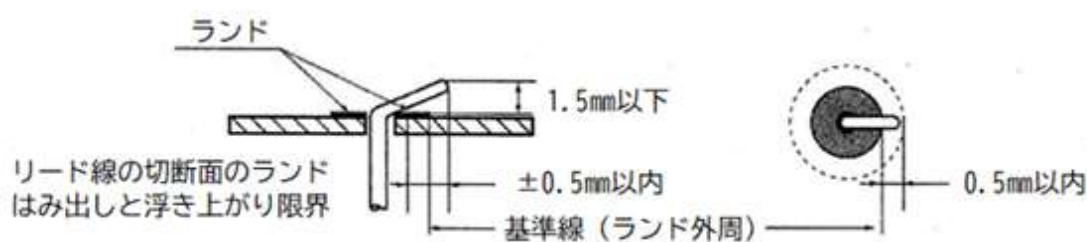

図4 抵抗、コンデンサのリード線の折り曲げ
- ① 抵抗、コンデンサのリード線は、図4のようにランドにほぼ密着させて折り曲げ、ランドの周囲を基準として切断する。切断面がランドから0.5mm以上出ることがないようにすること。